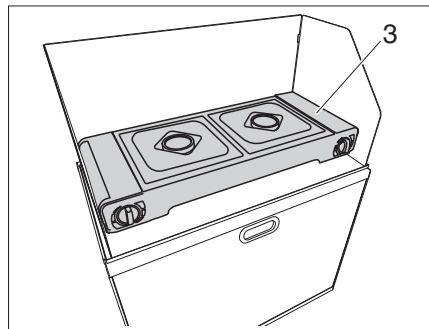

Figura 21 Instalar la cocina de 2 fuegos
- Retirar la cocina de 2 fuegos (Figura 21,3) de la Campbox e instalar en el cortavientos.